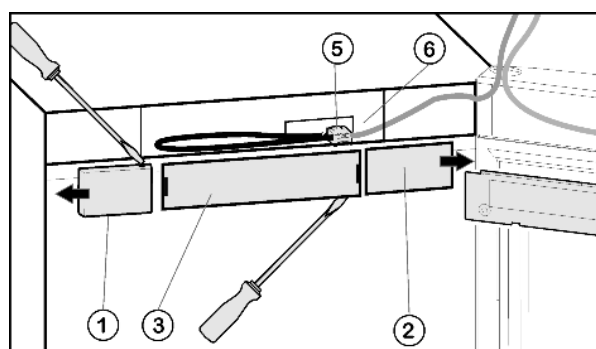

Fig. 4
- ▶ Enlever le cache côté poignée Fig. 4 (1) : à droite, débloquer à l'aide d'un tournevis pour vis à vente et pousser vers l'extérieur.
- ▶ Enlever le cache côté charnière Fig. 4 (2) : à gauche, débloquer à l'aide d'un tournevis pour vis à vente et pousser vers l'extérieur.
- ▶ Enlever le panneau Fig. 4 (3) de face avec un tournevis.
- ▶ Enlever le contact et détacher raccord enfichable Fig. 4 (5).
- ▶ Desserrer le câble Fig. 4 (6) gris hors du guidage.
- Installer à nouveau les fiches Fig. 4 (5) de raccordement.
- Remettre en place le cache Fig. 4 (3).
- Placer à partir de l'extérieur le cache Fig. 4 (2) tourné de 180° du côté charnière et le bloquer.
- Placer à partir de l'extérieur le cache Fig. 4 (1) tourné de 180° du côté poignée et le bloquer.